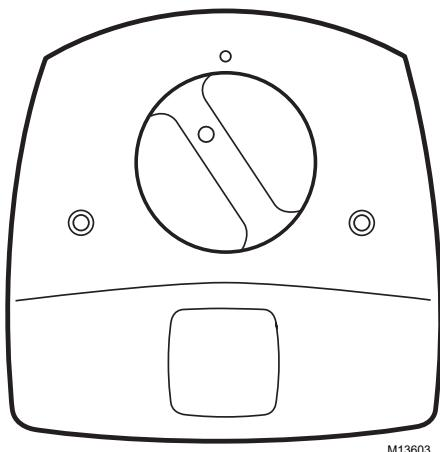

Fig. 8. Insérer l'ampoule dans l'unité de base.
- Insérer l'ampoule dans la base de l'appareil; le voyant doit être à 11 heures (à gauche du bouton en relief situé sur le couvercle de l'appareil). Voir la Fig. 8.